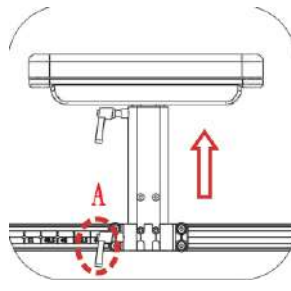

Figura 5-53
- El reposabrazos en forma de T puede quitarse completamente a través de la palanca de liberación A. (Figura 5-53).